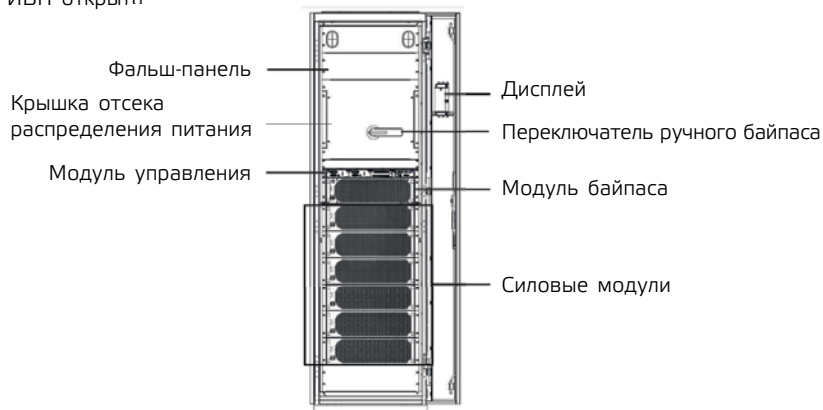

Рис. 1-6 Конструкция 300 кВА (верхний ввод кабеля)
3. Конструкция ИБП мощностью 300 кВА (верхний ввод кабеля) показана на рис. 1-6. Передняя дверца ИБП открыта